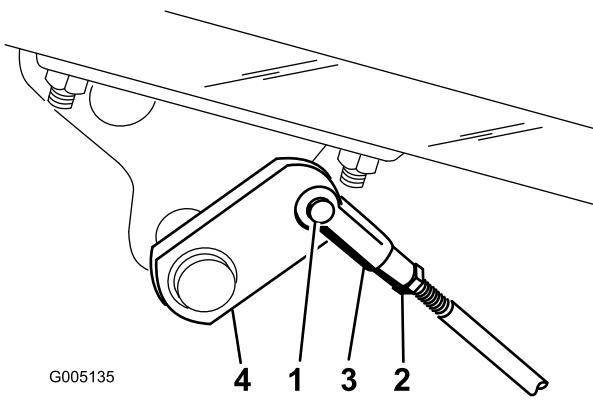

Figura 58
2. Nel caso in cui i freni non si blocchino in modo uniforme, togliete la coppiglia ed il perno del cavallotto per scollegare le aste dei freni (Figura 58).
3. Allentate il controdado e regolate il cavallotto come opportuno (Figura 58).
4. Montate il cavallotto sull'albero del freno (Figura 58).